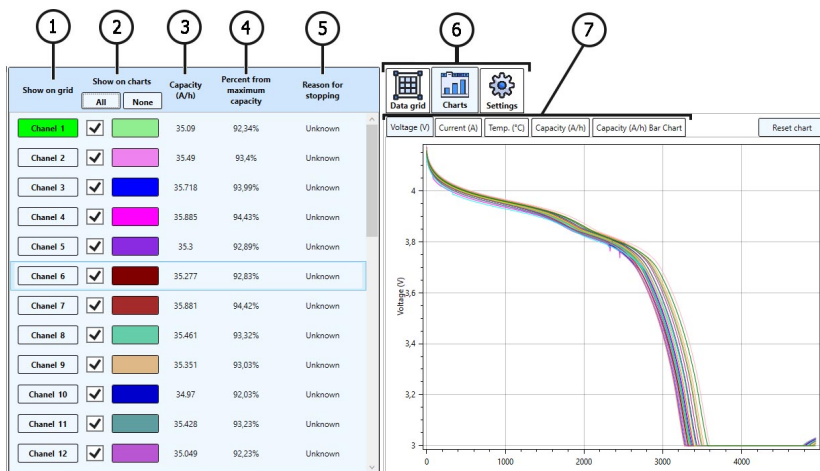

Figura 28
5. Representación gráfica e informativa de los datos con los resultados del funcionamiento del probador (ver explicaciones en la Figura 28).